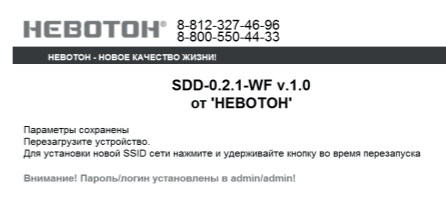

Рисунок 3 – Сохранение параметров Wi-Fi-сети
После запоминания настроек, нажать кнопку RESET (3) для перезагрузки (рис. 3).